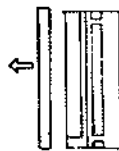
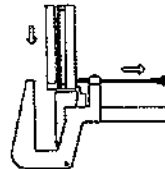

Figura 2
Figura 3
1. Elija el producto del tamaño adecuado según la dimensión del tejido. Saque el fórceps esterilizado fuera del paquete y retire la almohadilla de esponja en la dirección como se muestra en la Figura 3. La almohadilla de esponja se utiliza para proteger el cartucho
1. Saque el cartucho esterilizado del paquete y quite el protector del cartucho. (Véase la Figura 2) Gire la perilla de ajuste en sentido antihorario hasta que no se puede girar. Tire de la varilla de posición e inserte el cartucho (Véase la Figura 3) y empujar los dientes de bloqueo superiores hacia los dientes de bloqueo inferiores hasta que están totalmente bloqueados juntos y el cirujano oye un sonido "crack". Compruebe que los dientes de bloqueo superiores e inferiores estén bien cerrados y muestra que la sutura se haya completado (ver foto 7).